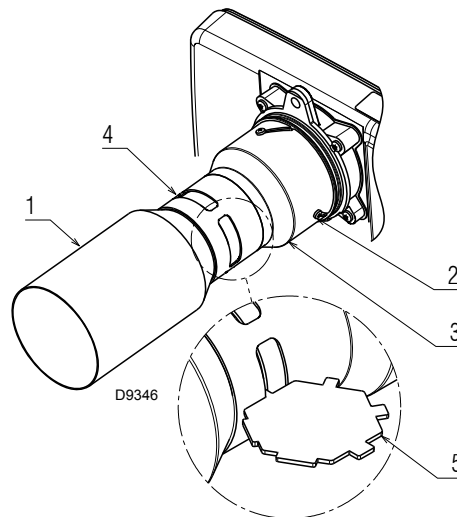

Fig. 18
- Aflojar los tornillos 2) (Fig. 18) y girar ligeramente el tubo llama 3). La cota de abertura deseada está indicada en Tab. A, pág. 16. Para la regulación se puede utilizar el patrón 5) suministrado como muestra la Fig. 18.